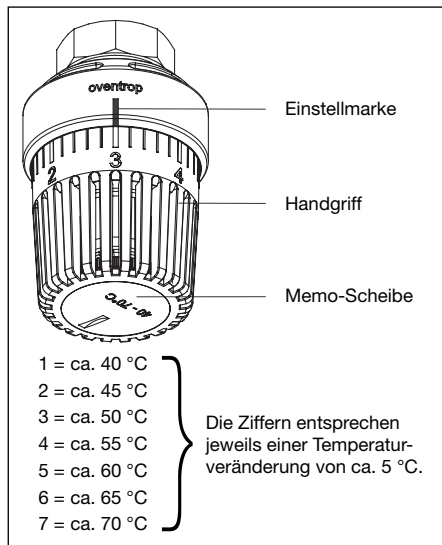

Abb. 7.3 Einstellung Trinkwassertemperatur
- Zapftemperatur muss die gewünschte Vorgabe erreichen. Gegebenenfalls Einstellung am thermostatischen Temperaturregler prüfen (Abb. 7.3).